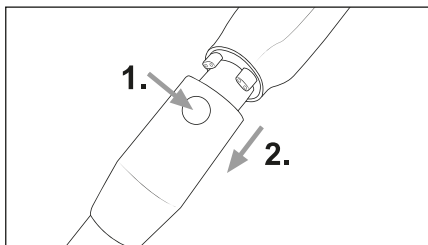

Fig. 8
- ♦ Para desmontar el tubo de aspiración **23** del aparato, mantenga pulsado el botón de desencastre del tubo de aspiración **24** y tire del tubo de aspiración **23** para extraerlo del orificio de aspiración del aparato (consulte la fig. 8).